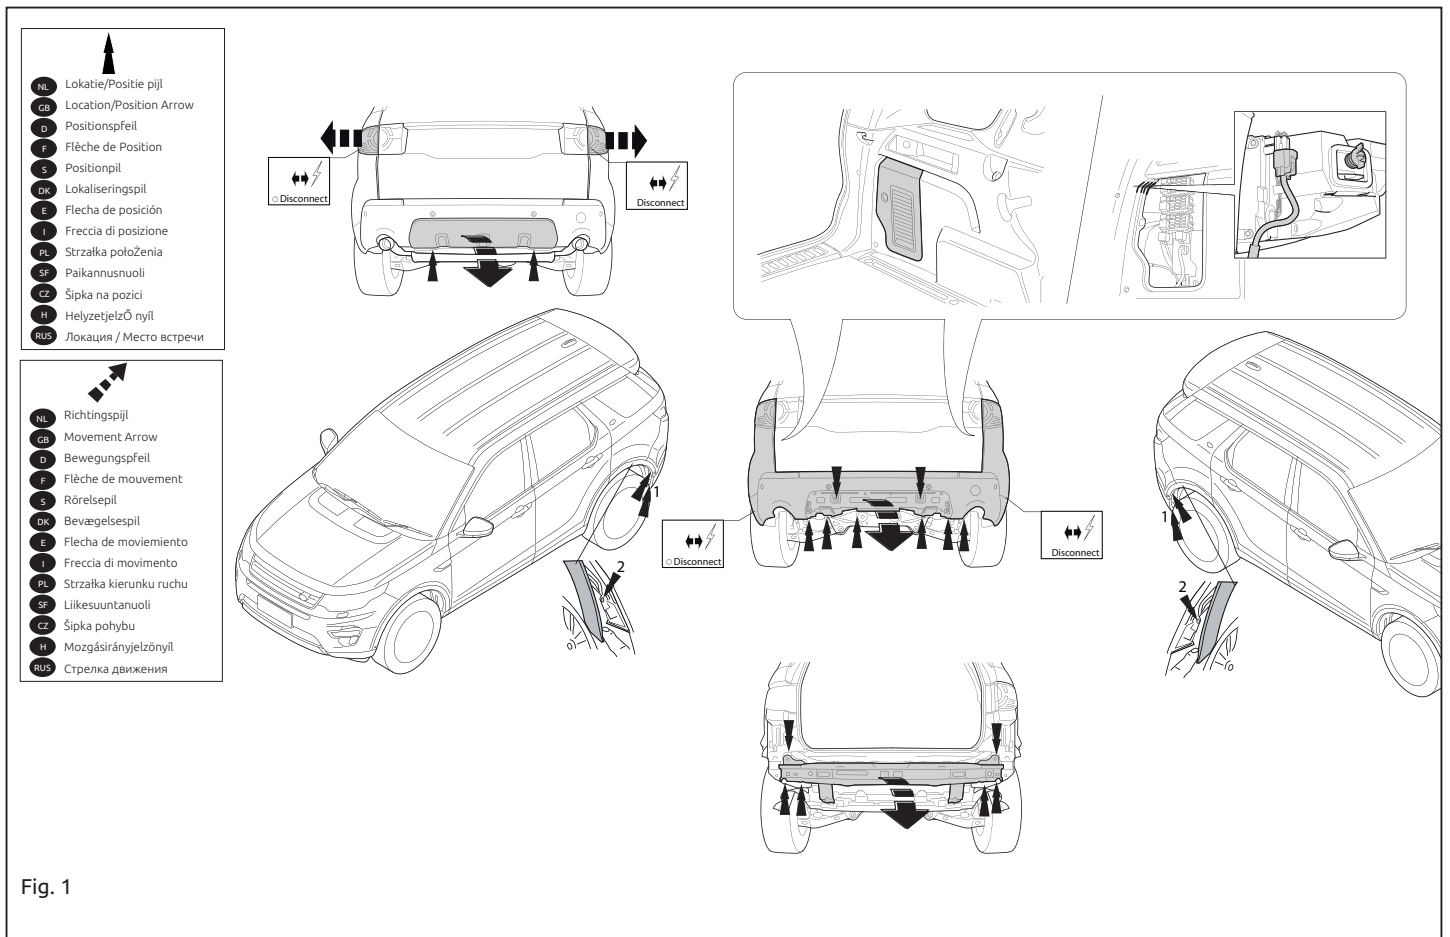

Fig. 1
2. Die Stoßstange einschließlich des stählernen Stoßbalkens vom Fahrzeug abmontieren. Der Stoßbalken wird nicht mehr benötigt. Die Schrauben wieder anbringen. Siehe Abbildung 1.
2. Déposer le pare-chocs du véhicule y compris la traverse en acier ; la traverse ne sera plus utilisée. Remettez les boulons de fixations en place. Voir la figure 1.
2. Demontér kofangeren, inklusive køretøjets stålstødbjælke. Stålstødbjælken skal ikke længere anvendes. Sæt bolten på plads igen. Se fig. 1.
2. Снять бампер вместе со стальным буферным брусом автомобиля. Буферный брус больше не понадобится. Поставить болты на место. См. рисунок 1.